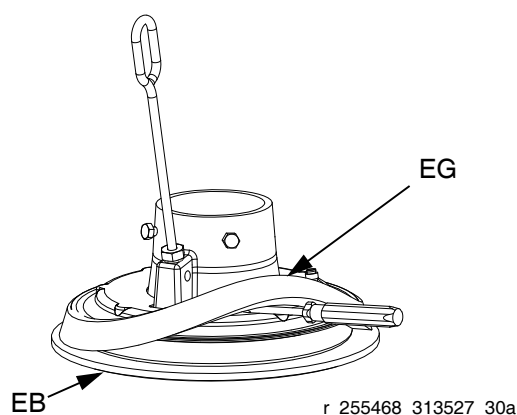

ABB. 11
1. Distanzstück (EG) mit einem Schraubendreher aushebeln. *Dabei an der Unterseite beginnen.* Distanzstück an einer Seite nach oben hebeln, bis es sich vollständig über dem Flansch der Folgeplatte befindet. Siehe ABB. 11.